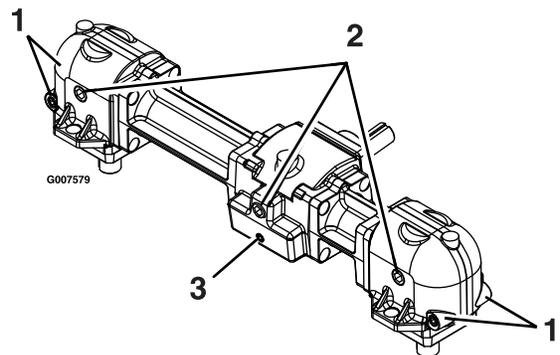

Bild 35
6. Nehmen Sie die große Ölablassschraube vorne an jedem der 3 Getriebeabschnitte ab und lassen Sie das Öl ab (Bild 35).